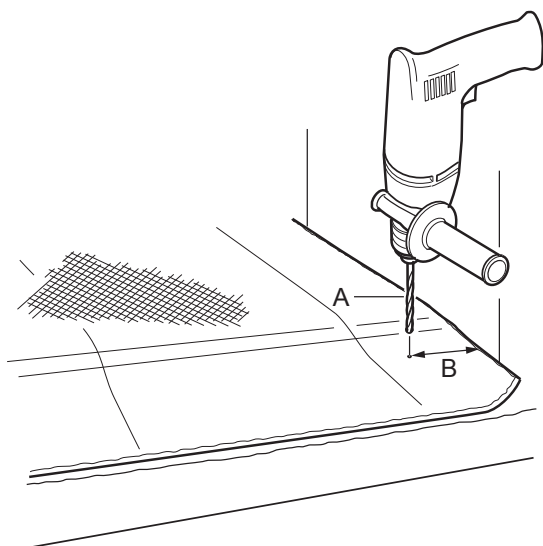

Fig. 6: Bore hullene.
1. Bor hull (Ø 6 mm, 7 mm eller 8 mm, A på Fig. 6) 50 mm (B på Fig. 6) fra sidekanten på båsraden. Bor 77–80 mm ned i betongen.